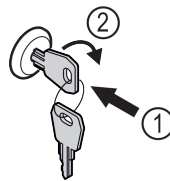

Fig. 202
- Schlüssel hineindrücken. Fig. 202 (1)
- Schlüssel um 90° im Uhrzeigersinn drehen. Fig. 202 (2)